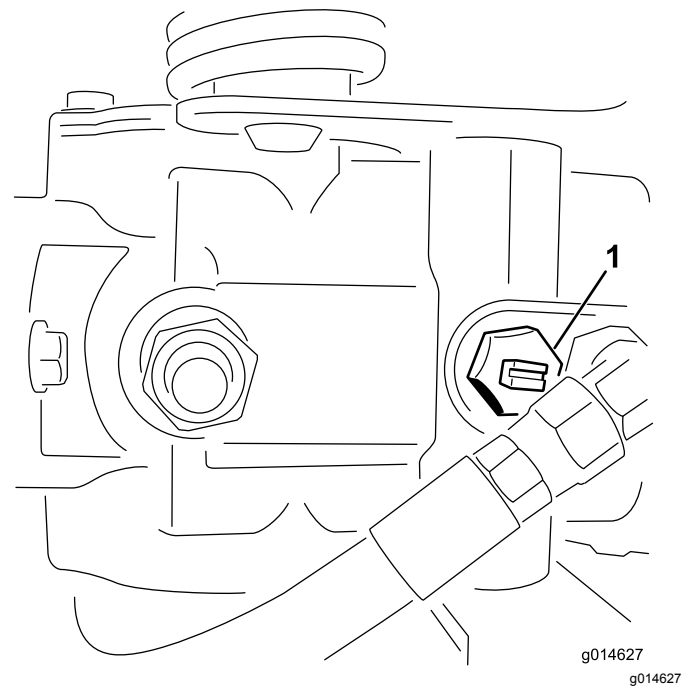

Bild 38
2. Schließen Sie vor dem Starten des Motors das Sicherheitsventil. Drehen Sie den Schlitz des Ventils in die horizontale Stellung (Bild 38). Starten Sie den Motor nie, wenn das Ventil noch offen steht.
1. Ermitteln Sie das Sicherheitsventil an der Pumpe und drehen es so, dass der Schlitz vertikal ist (Bild 38).